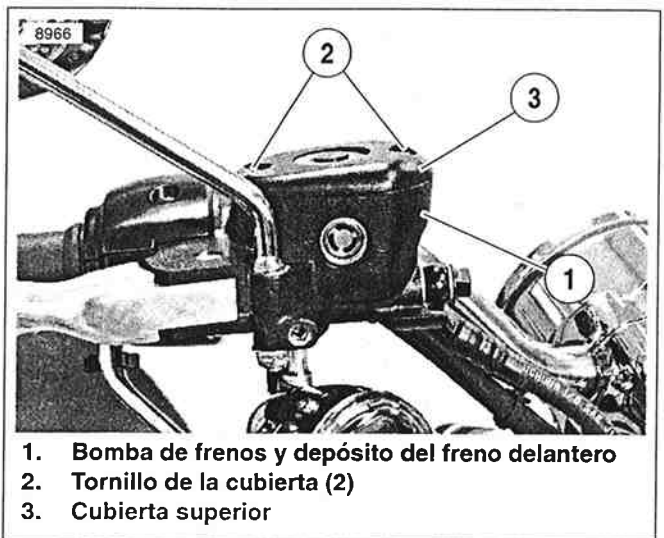

Figura 1-14. Depósito de la bomba de frenos del freno delantero
1. Vea la Figura 1-14. Coloque la motocicleta para que la parte superior del depósito de la bomba de frenos delantera (1) esté nivelada.
1. Vea la Figura 1-14. Coloque la motocicleta para que el depósito de la bomba de frenos delantera (1) esté nivelado.